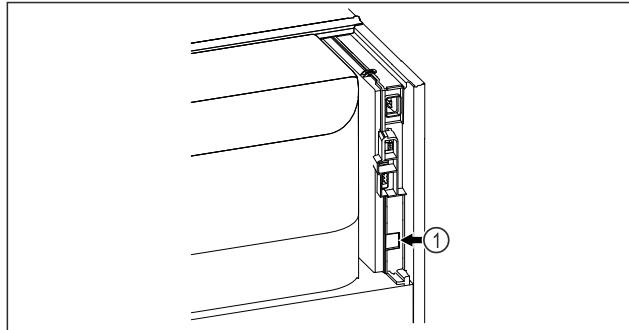

Fig. 59
- ❑ Το SmartModule Fig. 59 (1) είναι τοποθετημένο.